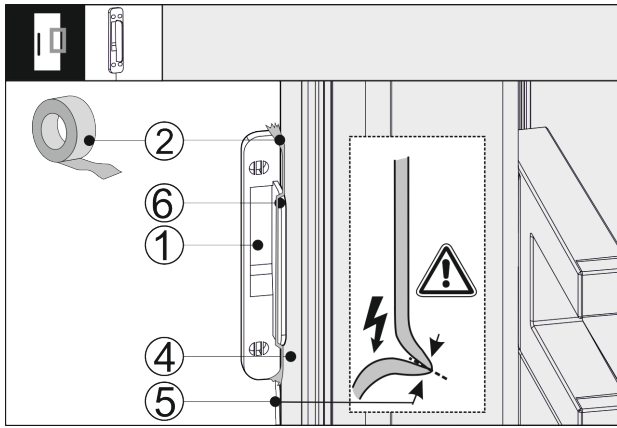

Fig. 42
- Zet de klopsensor Fig. 42 (1) zijdelings tegen de apparaatdeur Fig. 42 (4) aan, zodat de aanslag Fig. 42 (6) tegen de apparaatdeur Fig. 42 (4) aanligt. De sensorkabel Fig. 42 (5) is licht gespannen en ligt ook tegen de apparaatdeur Fig. 42 (4) aan.
- Bevestig de klopsensor Fig. 42 (1) met tape Fig. 42 (2). De klopsensor wordt later met het meubelfront vastgeschroefd.